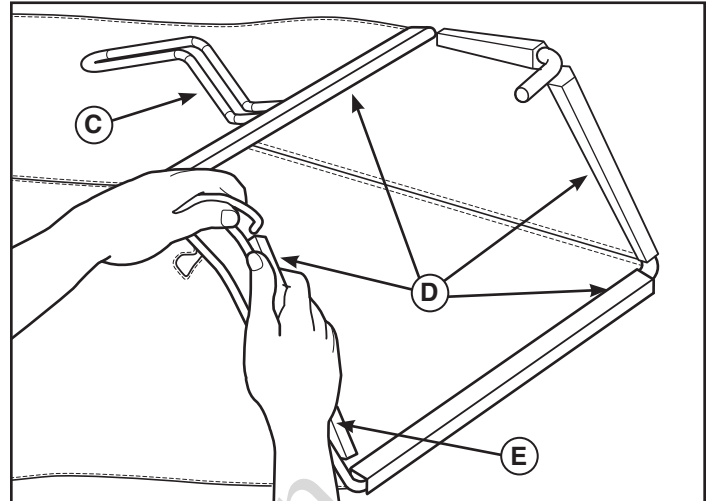

Figur 3
3. Fjern beskyttelsesforingen. Løsn de øverste håndtagsgreb (B, Figur 3) fastgør det øverste håndtag på det nederste håndtag.